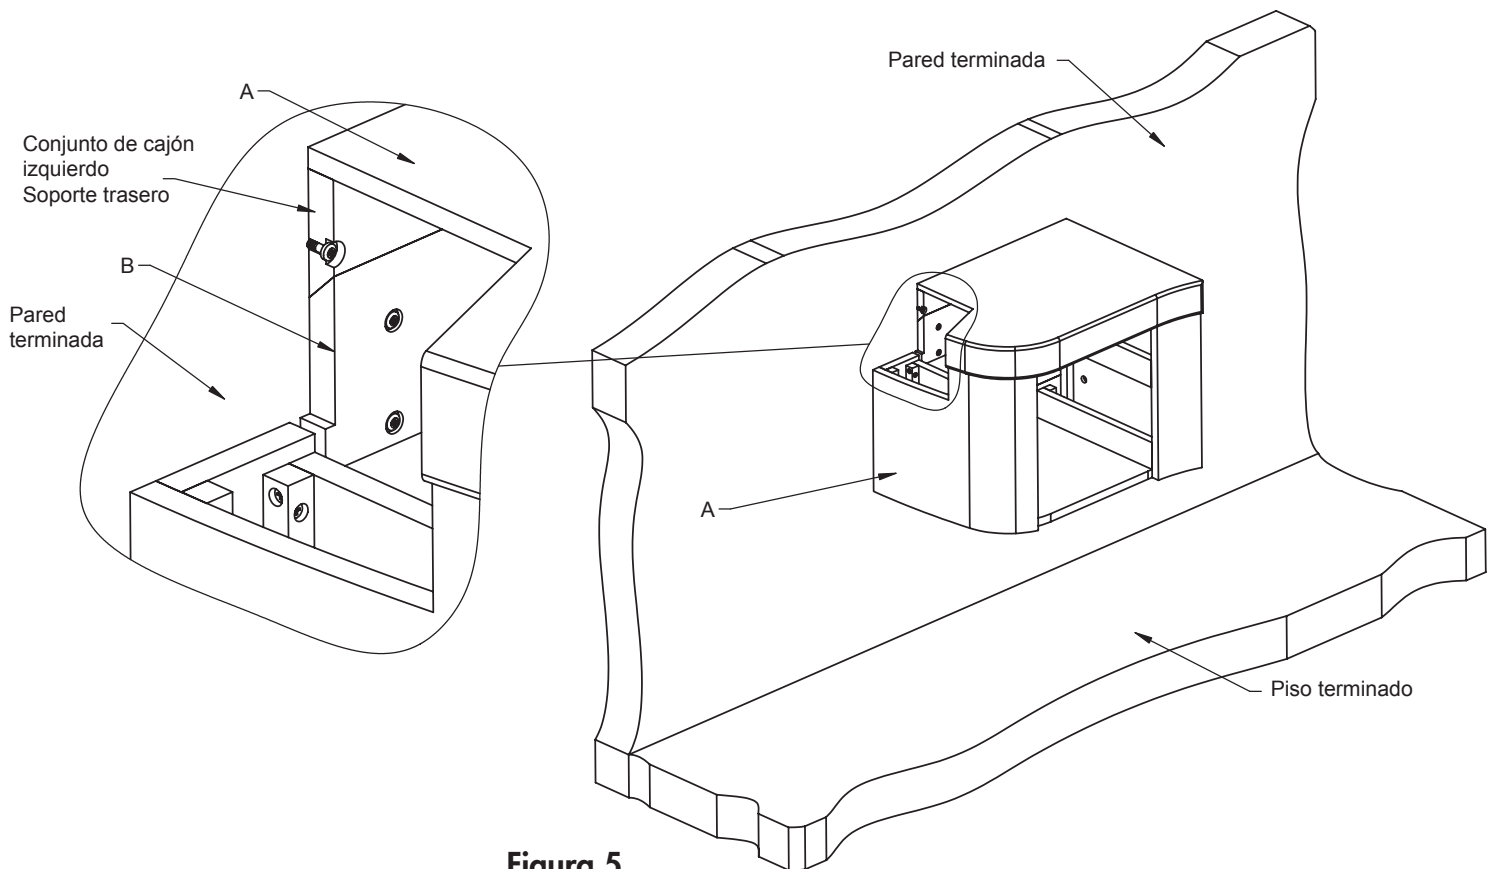

Figura 5
- o Coloque temporalmente el **conjunto de cajón izquierdo (A)** y las otras unidades previamente fijadas en un lugar adecuado en la pared.
- o **NOTA:** Alinee el soporte trasero del conjunto de cajón izquierdo con el **soporte de madera para pared (B)** de manera que la unidad quede colgando sobre el piso y al ras contra la pared.
- o Marque los agujeros en la parte trasera del **conjunto de cajón izquierdo (A)** y las otras unidades previamente fijadas para la ubicación de **los anclajes (C)**.
- o Retire el **conjunto de cajón izquierdo (A)** y las otras unidades de la pared y taladre los agujeros marcados en la pared. Luego inserte los **anclajes (C)**.
- o Coloque **el conjunto de cajón izquierdo (A)** y las otras unidades previamente fijadas nuevamente en la pared y alinee todos los agujeros. Luego fíjelos usando los **tornillos de pared (D)**.
- o Vea la **figura 5**.